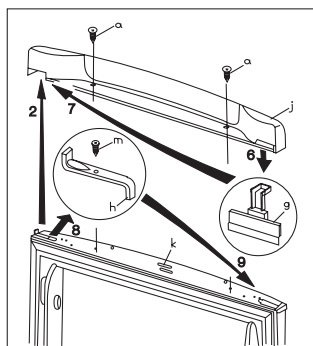

Fig. 2.
- Ouvrez la porte du compartiment réfrigérateur, démontez le cache supérieur (j) en retirant les 2 vis (a), puis fermez la porte (Fig. 2).
- Transférez la plaque (g) sur le côté opposé du cache supérieur (2) (Fig. 2).
- Dévissez la vis (m), retirez l'arrêt de porte (h) et pivotez le sur le côté opposé (Fig. 2).
- Ouvrez la porte du compartiment réfrigérateur, fixez le cache supérieur (j) à l'aide de 2 vis (a), tout en veillant à remettre l'aimant (k) correctement en place, puis fermez la porte (Fig. 2).